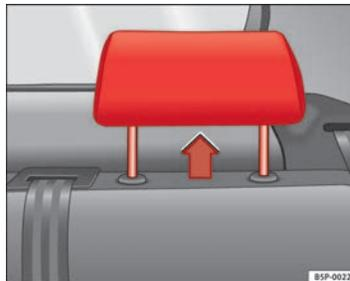

Fig. 5 Apoyacabezas en posición de uso
- Dos posiciones **de uso** ⇒ fig. 5. En estas posiciones el apoyacabezas se comporta como un apoyacabezas convencional, protegiendo junto con el cinturón de seguridad a los ocupantes de las plazas posteriores.